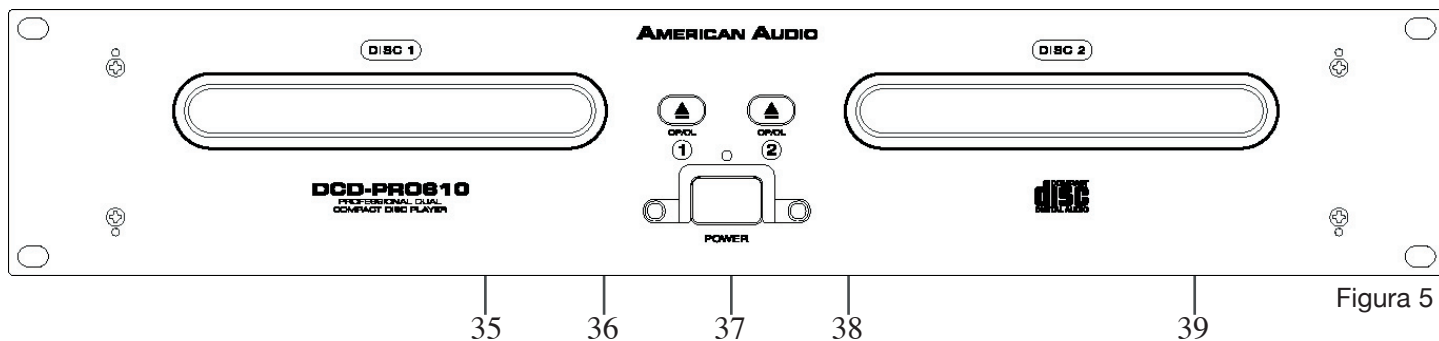

Figura 5
C. UNIDAD TRANSPORTADORA - FRENTE (FIGURA 5)